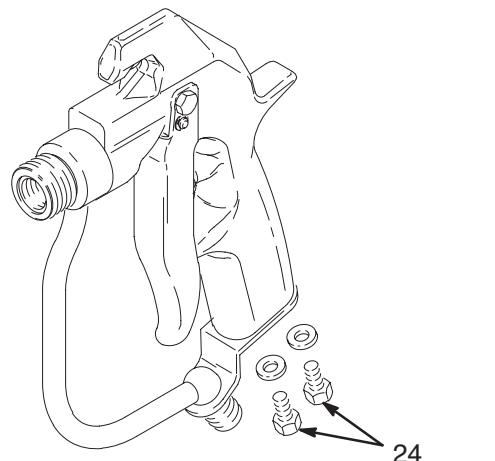

Рис. 19 — 04733
- Вкрутите винты (24). См. Рис. 19.